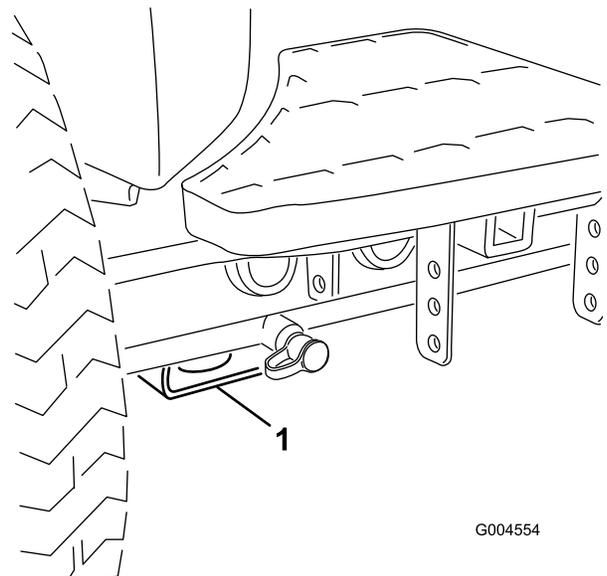

Figure 46
- Avant – patin rectangulaire sous le tube d'essieu, à l'intérieur de chaque roue avant (Figure 46).